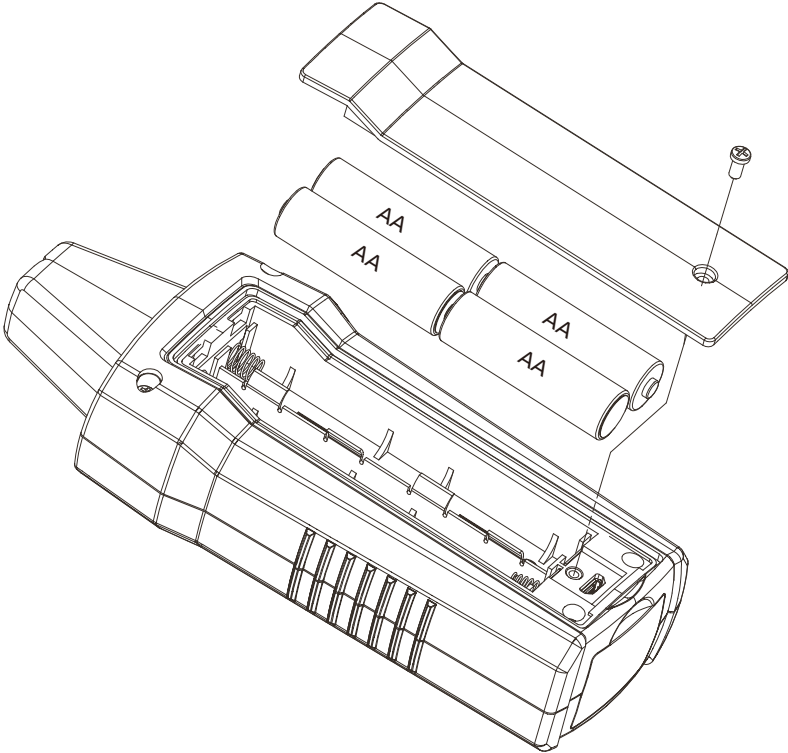

Figure 5.1 : Changer les piles du récepteur
4. Remplacez la pile comme indiqué en Figure 5.1. Suivez les polarités affichées dans le compartiment de la pile.